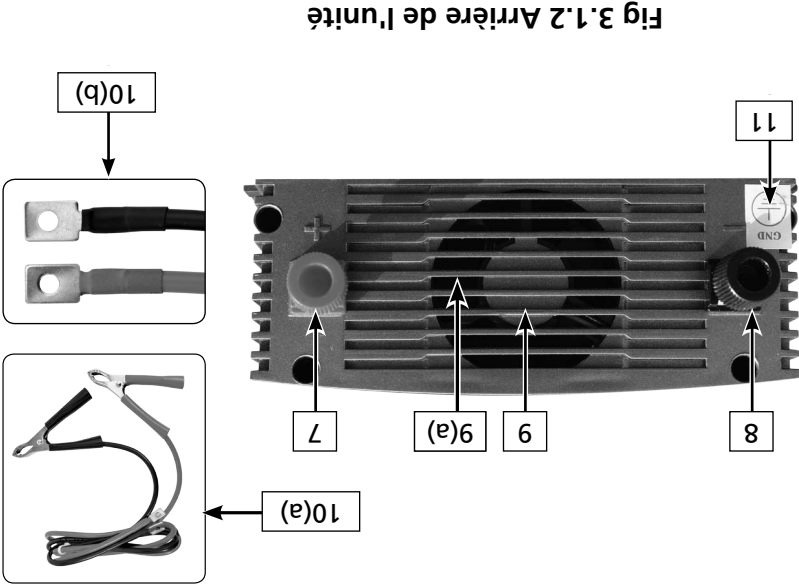

Fig 3.1.2 Arrière de l'unité
Le tableau 4.1 fournit des détails sur les câbles de batterie et DC fusibles pour connexion de la batterie à la bornes d'entrée CC du convertisseur (7, 8 dans les figures 3.1.2 et 3.2.2)
- SSW-350-12A et SSW-600-12A : vis moléée - taille M4 (7, 8 en Fig 3.1.2). Accepte les cosses rectangulaire plat personnalisée (10b, Fig 3.1.2)
SSW-350-12A: le côté de l'onduleur du câble d'entrée CC doit être résilié avec un personnalisé, Cosses rectangulaire plat (10b, Fig 3.1.2). La cosse s'insère dans la fente rectangulaire dans la borne d'entrée CC (7, 8 fig 3.1.2) et n'est pas serré à l'aide de vis M4. Pour une installation permanente, utilisez la borne ergots (10b, Fig 3.1.2) qui viennent avec le jeu de câbles fourni avec le boîtier (voir section 4.7). Pour cela, couper le câble autour de 2" de l'ergot et raccordez-le au câble approprié pour être utilisé pour une installation permanente (le dimensionnement des câbles selon le tableau 4.1). Utilisation du connecteur d'épissure aboutée appropriée.
Bien aéré: L'unité est refroidie par convection et par refroidissement forcé par 2-Vitesse, charge le(s) ventilateur(s) contrôle (9) dans les figures 3.1.2 & 3.2.2). SSW-350 et 600 1 ventilateur et SSW-1000, 1500 et 2000 ont 2 ventilateurs.
à travers les ouvertures d'échappement à côté du ventilateur (9(a) dans les figures 3.1.2 et 3.2.2). Pour éviter l'arrêt